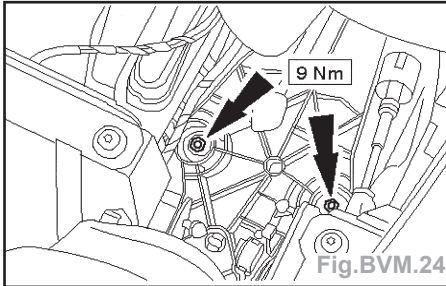

Fig.BVM.24
- Déposer les boulons de fixation avant du levier de vitesses (Fig.BVM.24).